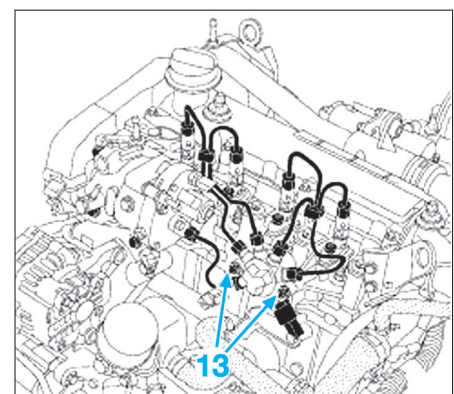

Fig. 55
- les deux écrous de fixation (13) de la rampe d'injection (Fig.55),